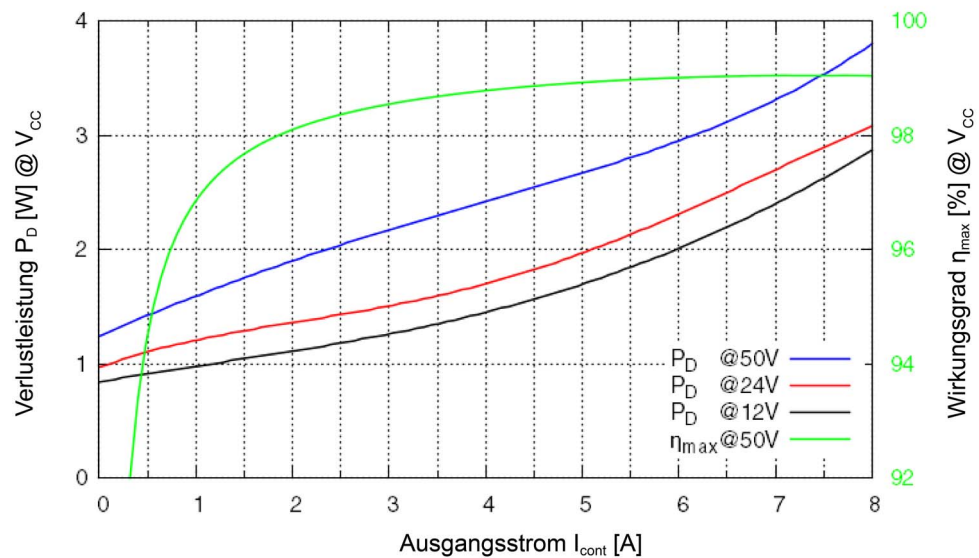

Abbildung 2-1 Verlustleistung und Wirkungsgrad
Erweiterter Bereich ^{*1)}	Module 50/8: +45...+85 °C Module 50/8 HE: +65...+92 °C Derating → Abbildung 2-1
- 2) → **Abbildung 2-1**